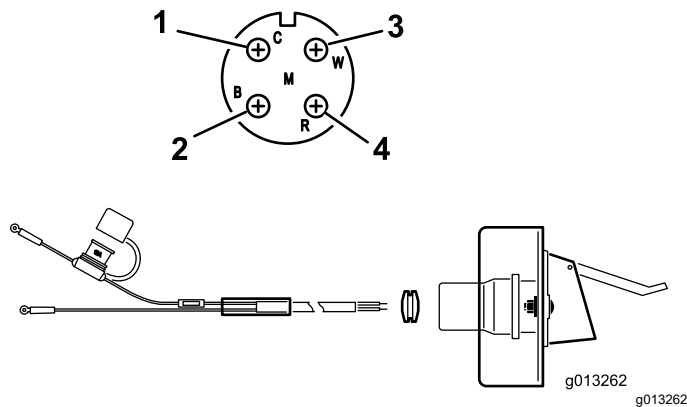

Рисунок 12
2. Проложите и закрепите электропроводку от аккумулятора к кронштейну розетки (Рисунок 12).
- Протяните провода через кронштейн розетки и установите черную резиновую изоляционную втулку поверх проводки (Рисунок 12).